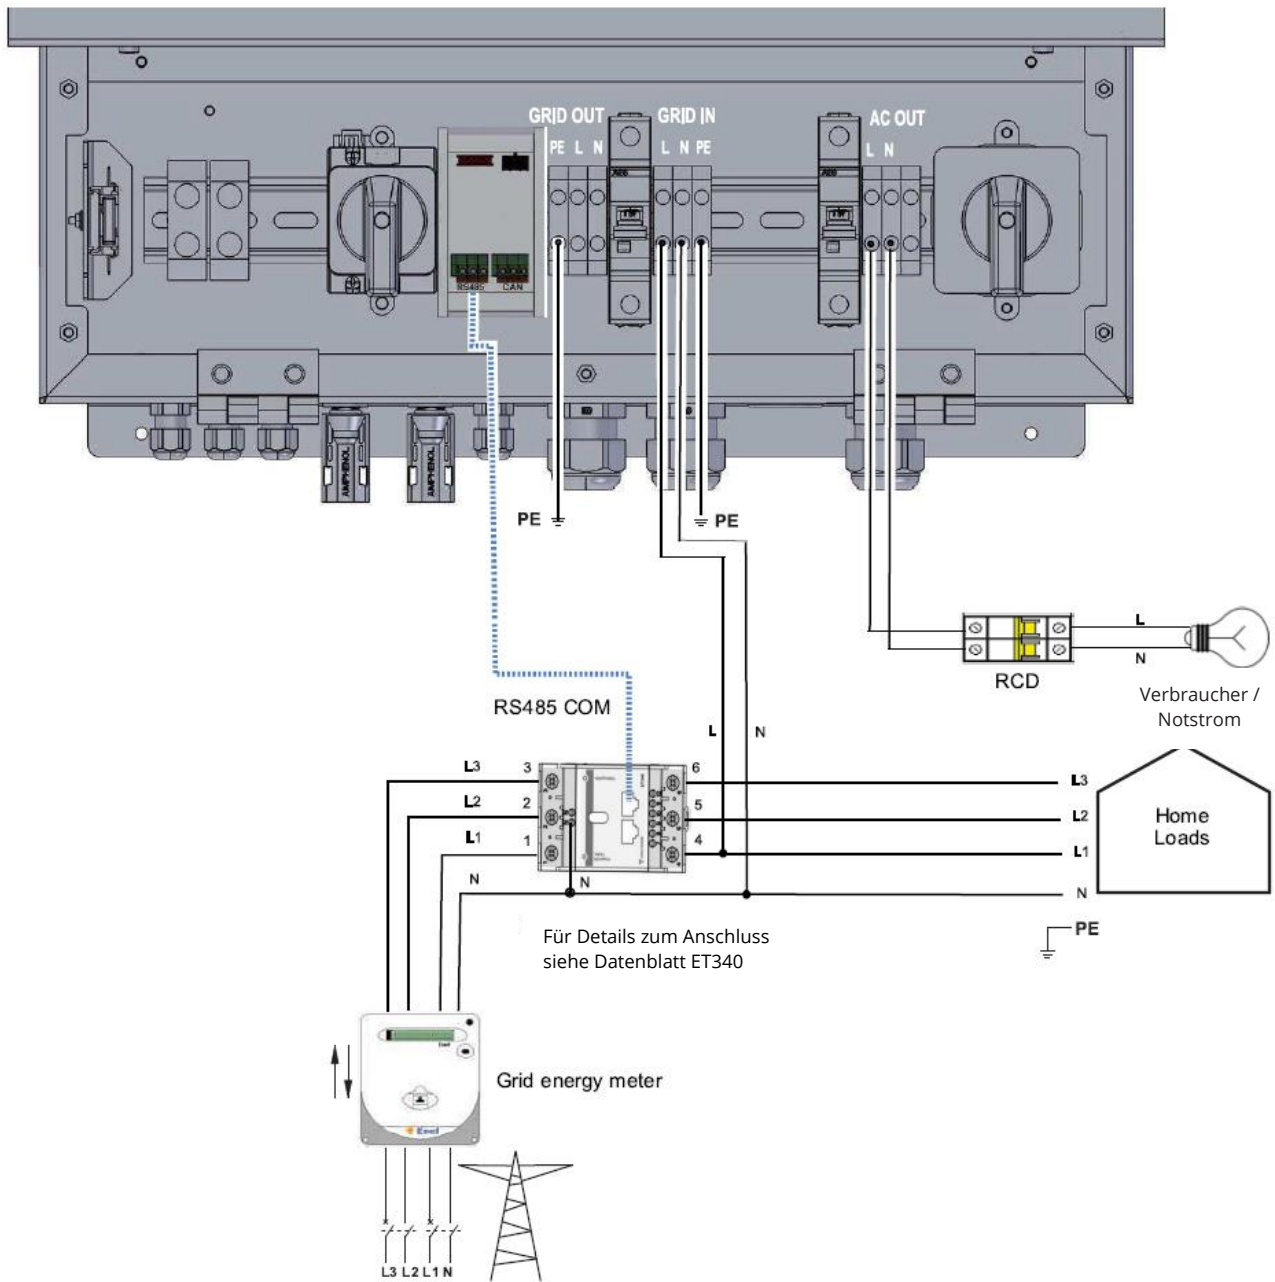

Abbildung 3
- Für den AC-Anschluss, den Notstrom-Anschluss und das Anschlussschema des Energiezählers ET340 (Notstromfunktion aktiviert) siehe *Abbildung 3*